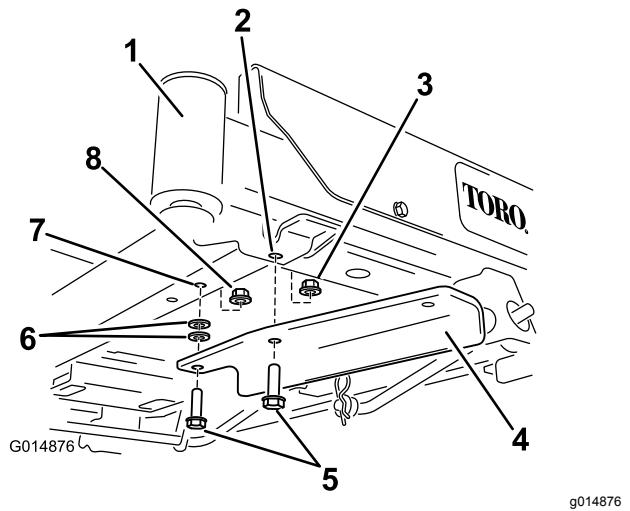

Bild 6
- Befestigen Sie an Maschinen ohne Hubfußpedal die Halterung mit zwei Schrauben (3/8" x 1 1/4"), zwei Scheiben und zwei Sicherungsmuttern (3/8") (Bild 6).